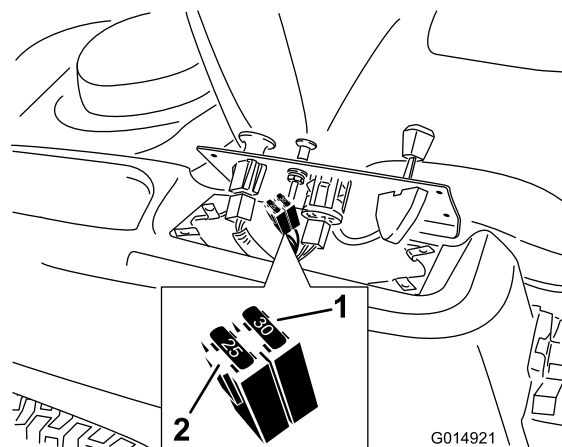

Figura 40
2. Levante el panel de control para tener acceso al arnés de cables principal y al bloque de fusibles (Figura 40).
3. Para cambiar un fusible, tire del fusible para retirarlo (Figura 40).